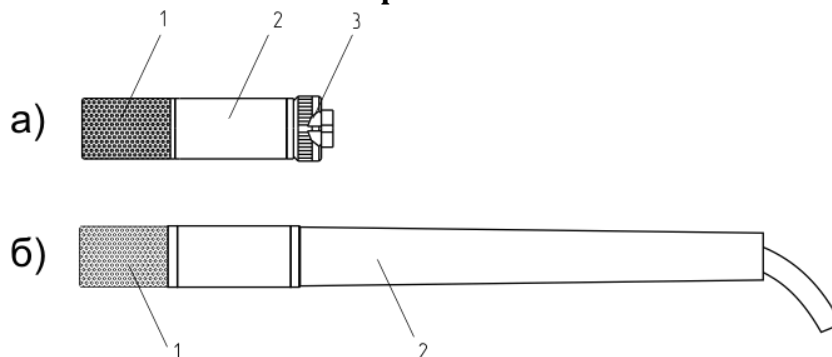

Рисунок 3.13 – Измерительные преобразователи
Преобразователь, рисунок 3.12а, можно подключить к измерительному блоку с помощью кабеля-удлинителя, рисунок 3.13.
- 4.3 Соединить измерительный блок и измерительный преобразователь напрямую или соединительным кабелем (см. рисунок 3.13).